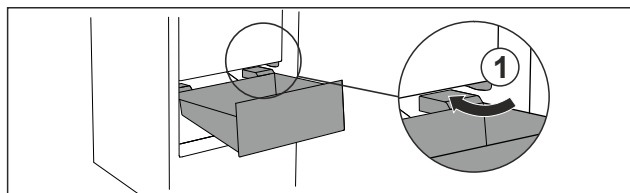

Fig. 137
- ▶ Umetnite ladicu koso oko zaustavljača Fig. 137 (1).